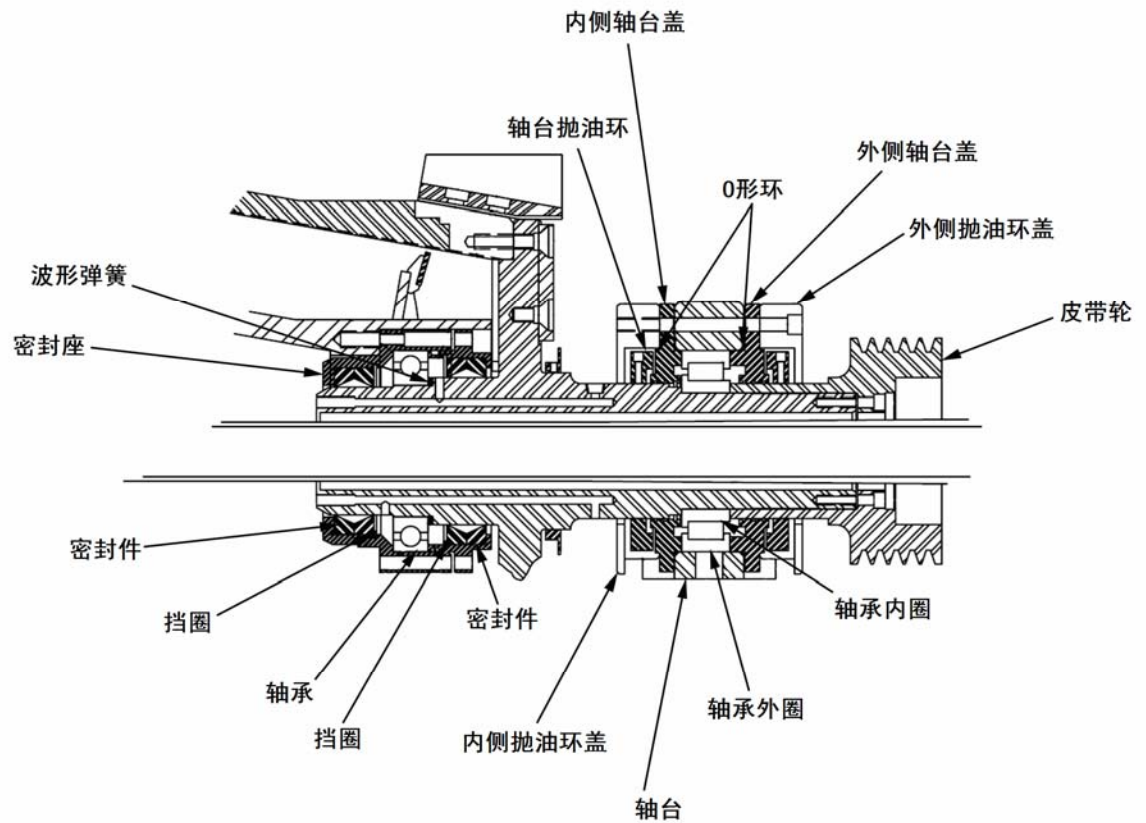

图 5-13：固体端的横截面
当液体端轴台轴承已经拆除并且旋转总成仍然悬垂时，按以下方法拆除固体端轴承（见图 5-13）：
- a. 拆下连接传输装置的密封座和轴承箱上的螺钉（见图 5-13），拆下密封座和轴承箱。将密封座与轴承箱分开。
- a. 将新的密封件插入密封座（见图 5-13），然后与挡圈固定。